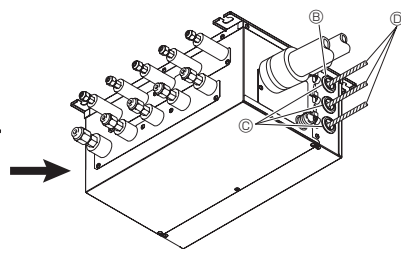

Fig. 9-2
3. Passe a ligação eléctrica para a caixa de derivação. (Fig. 9-2)
7. Quando a caixa de derivação está instalada no exterior, certifique-se de que as tomadas estão seladas com pasta, para evitar a entrada de chuva. (Fig. 9-2)